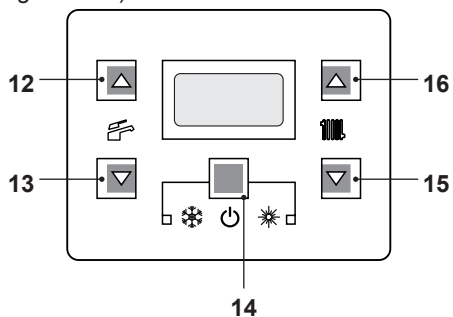
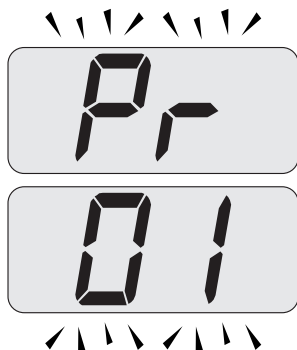
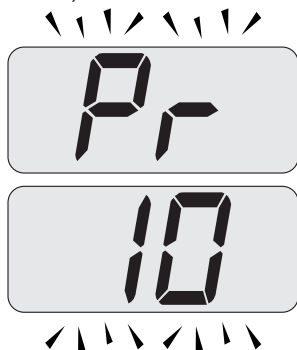

Figura 5.45
Figura 5.46
Figura 5.47
- Entrare in "modalità programmazione" premendo contemporaneamente per 10 secondi i tasti 14 - 15 - 16 (Figura 5.45) fino a far apparire sul display LCD le lettere Pr che si alternano con il codice 01, indicanti l'entrata nel "parametro 01" (Figura 5.46).
- Scorrere i vari parametri utilizzando i tasti 15 o 16 fino a far apparire sul display LCD le lettere **Pr** che si alternano con il codice **10**, indicanti l'entrata nel "parametro 10" (Figura 5.47).
- Premere contemporaneamente i tasti 14 e 16 (Figura 5.45) fino a far apparire sul display LCD il valore del parametro 10 (30=180 secondi) (Figura 5.48).
- Premendo il tasto 14 (Figura 5.45) si ottiene la conferma del valore inserito.
- Premendo contemporaneamente i tasti 14 e 15 (Figura 5.45) si esce senza modificare il valore (ritorno alla lista parametri Figura 5.47)
- Premendo contemporaneamente per 10 secondi i tasti 14 - 15 - 16 (Figura 5.45) si esce dalla "modalità programmazione".